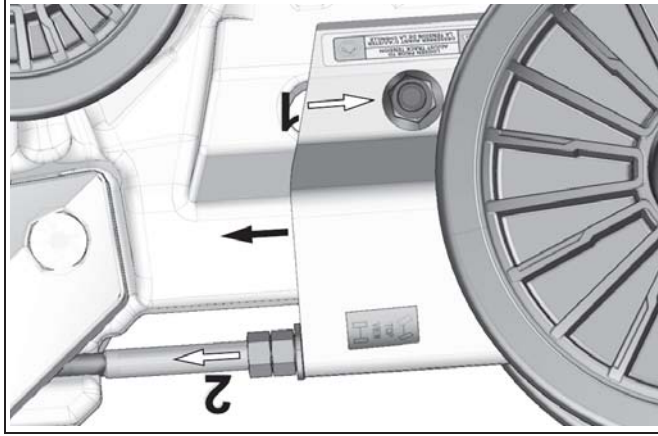

Figure 20
- Desserer l'écrou (1) du boulon de fixation du tensionneur de chenille
- Débloquer les deux écrous (2) de la tige tensionneur, régler le tensionneur de chenille au minimum. Voir la Figure 20.